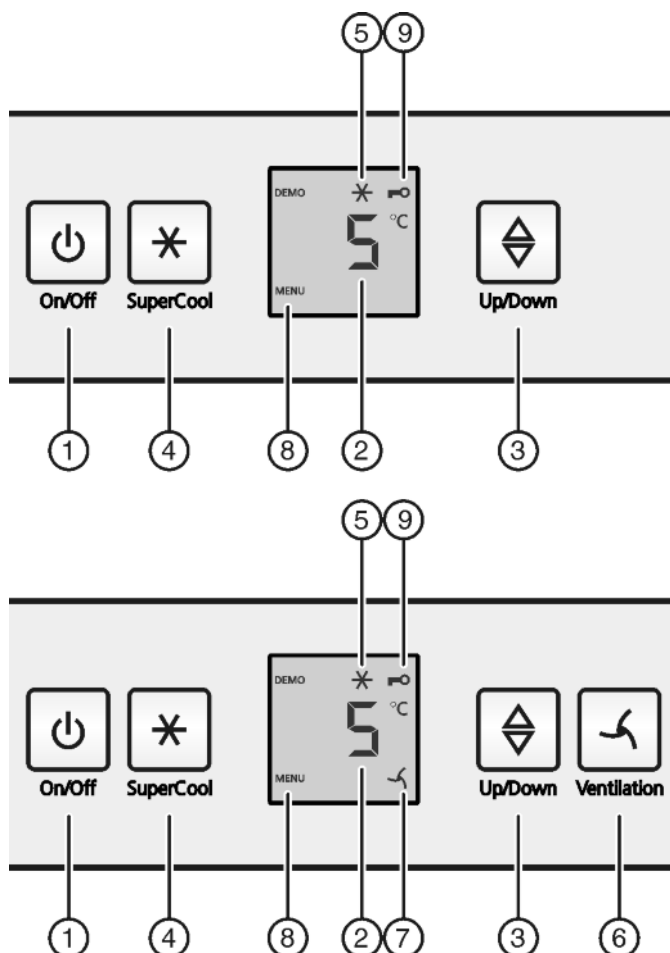

Fig. 2
- ▶ Tryck på knappen Till/Från Fig. 2 (1)
- ▶ Tryck i ca. 5 sekunder på Knapp SuperCool Fig. 2 (4).
- ▷ Symbol meny Fig. 2 (8) visas i displayen.
- ▶ Trycka helt kort på Knapp SuperCool Fig. 2 (4).
- ▷ Symbol barnlås Fig. 2 (9) är tänd i displayen.
- ▶ Tryck helt kort på Knapp Till/Från Fig. 2 (1).
- ▶ Öppna temperaturfunktionen: Tryck på inställningsknappen Fig. 2 (3).
- ▶ Temperaturen ändras stegvis med 1 °C åt gången: Tryck upprepade gånger på Inställningsknappen Fig. 2 (3) tills indikeringen för den önskade temperaturen lyser.
- ▶ Tryck kort på knappen SuperCool Fig. 2 (4).
- ▷ Symbolen SuperCool Fig. 2 (5) är tänd i displayen.
- ▷ Symbolen SuperCool Fig. 2 (5) slocknar i displayen.